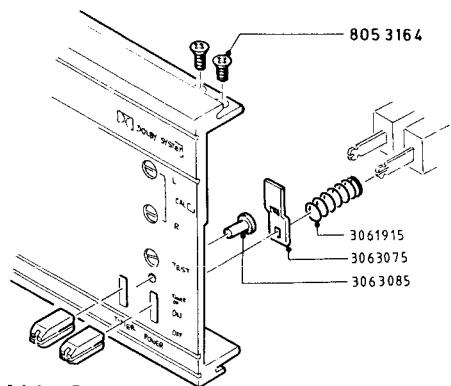

Abb. 3
- Die zwölf Kreuzschlitzschrauben (8053164) oben und unten am Frontteil lösen (Abb. 3).